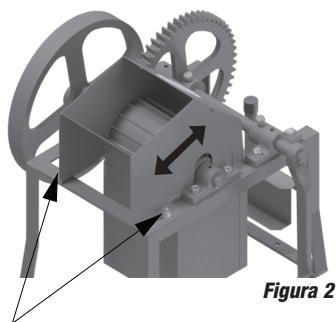

Figura 2
- Rale as mandiocas com atenção. Nunca coloque os dedos contra a moenda do ralador (14), pois há o risco de acidente.
- Utilize sempre o soquete (19) para empurrar a mandioca, nunca os dedos.
- Caso perceba pedaços grandes de mandioca em meio a massa ralada é possível fazer ajuste na capa de proteção do rolo ralador (6). Com uma chave fixa de 1/2" solte os quatro parafusos de fixação da capa de proteção do rolo ralador (figura 2). Em seguida aproxime a capa do rolo ralador e aperte os parafusos novamente.